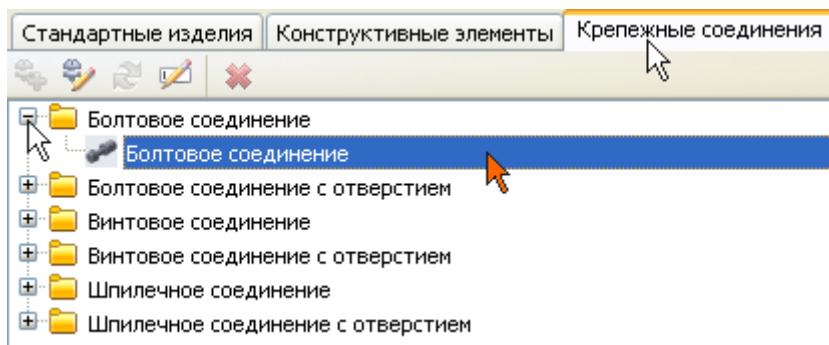

Рисунок 31
- Выполните двойной щелчок мышью на элементе «Болтовое соединение» (рис. 31).